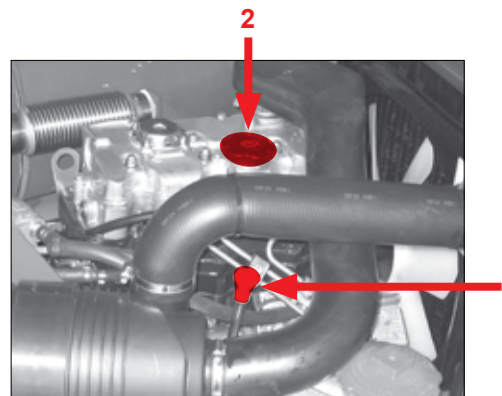

Fig. 82
6. Træk oliemålepinden (venstre motorside: Pos. 1 Fig. 82) ud.
1. Åbn oliestudsens Pos. 2 (Fig. 82).
5. Luk oliestudsens Pos. 2 (Fig. 82).